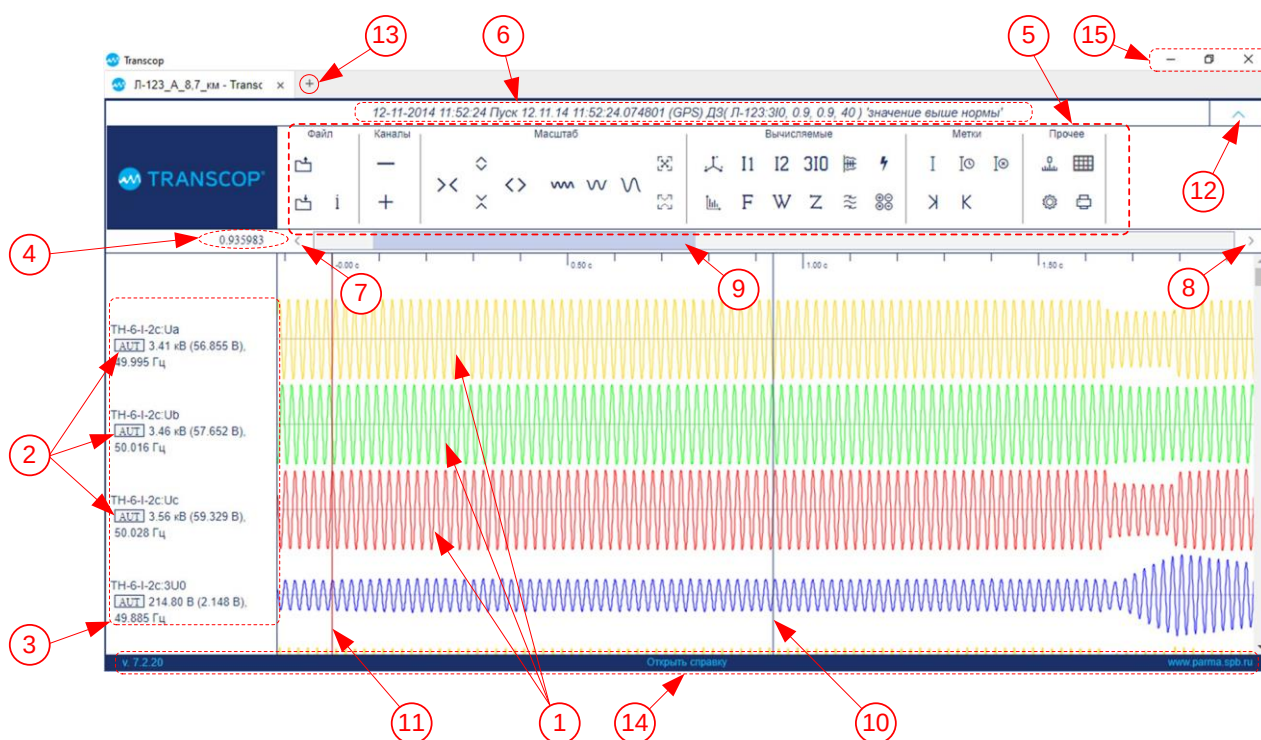
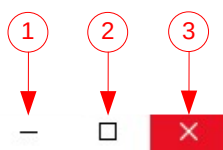

Рисунок 5 – Главное окно Программы
Рисунок 8 – Меню окна
3.5.1.1 Цвета *графиков аналоговых сигналов* (см. рис. 5, поз. 1), устанавливаемые Программой при открытии файла *COMTRADE* на основании данных о фазе сигналов, содержащихся в открываемом файле, соответствуют требованиям 1.1.30 ПУЭ к цветовому обозначению электрических шин на переменном трехфазном токе.
3.5.1.2 Элементы *поля расчетных величин* (см. рис. 5, поз. 2) показаны на рисунке 6.
3.5.1.3 Расчетные значения для аналоговых сигналов, отображаемые в *поле расчетных величин*, вычисляются для отрезка времени длительностью в один период, на котором установлен вертикальный курсор (см. рис. 5, поз. 2).
3.5.1.10 Последовательность сигналов в *Списке сигналов* (см. рис. 5, поз. 3) можно настраивать вручную, перетаскивая их методом *drag-&drop* (захватом мышью поля расчетных величин и перемещая в нужное место списка сигналов).
3.5.1.12 Значение *координаты времени вертикального курсора* (см. рис. 5, поз. 4) отображается в секундах относительно времени момента пуска записи осциллограммы (см. рис. 5, поз. 12).
3.5.1.13 Описание *главного меню Программы* (см. рис. 5, поз. 5) приведено в 3.5.2.
3.5.1.14 *Строка информации об осциллограмме* (см. рис. 5, поз. 6) может содержать следующую информацию об осциллограмме (из файла «*.cfg», «*.cff» или «*.do» – в зависимости от формата осциллограммы):
3.5.1.15 Кнопки «*В начало осциллограммы*» (см. рис. 5, поз. 7) и «*В конец осциллограммы*» (см. рис. 5, поз. 8) перемещают вертикальный курсор в начало или конец записанной осциллограммы соответственно.
3.5.1.16 *Горизонтальная полоса прокрутки* (см. рис. 5, поз. 9) позволяет прокручивать окно осциллограммы по горизонтали.
3.5.1.17 *Вертикальный курсор* (см. рис. 5, поз. 10). Положение данного курсора определяет момент времени, для которого производится расчет значений в поле расчетных величин (см. рис. 5, поз. 2), а также используется для вычисления некоторых расчетных значений (см. 3.5.6) и пр.
3.5.1.18 *Метка времени момента пуска записи осциллограммы* (см. рис. 5, поз. 11) соответствует моменту времени, при котором устройство, записавшее просматриваемый файл аварийного процесса, произвело пуск записи данного файла.
3.5.1.19 Кнопка «Свернуть меню» (см. рис. 5, поз. 12) позволяет свернуть *главное меню Программы* при необходимости увеличения высоты окна отображаемой осциллограммы.
3.5.1.20 Кнопка «+» (см. рис. 5, поз. 13) позволяет открыть новую вкладку в Программе для работы с несколькими осциллограммами.
3.5.1.21 Кнопка «Открыть справку» (см. рис. 5, поз. 14) выводит окно со следующими элементами:
3.5.1.22 *Меню окна* (см. рис. 5, поз. 15) предназначено для управления окном Программы (рис. 8).
- кнопка «Свернуть» (см. рис. 8, поз. 1);
- кнопка «Развернуть» (см. рис. 8, поз. 2);
- кнопка «Заккрыть» (см. рис. 8, поз. 3).